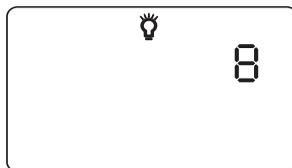

Figure 6-11 Écran de réglage du rétroéclairage
1. Depuis les écrans de monitoring ou de veille, appuyez sur la touche utilisateur de droite jusqu'à ce que l'écran de réglage du rétroéclairage DEL s'affiche comme indiqué à la figure 6-11.